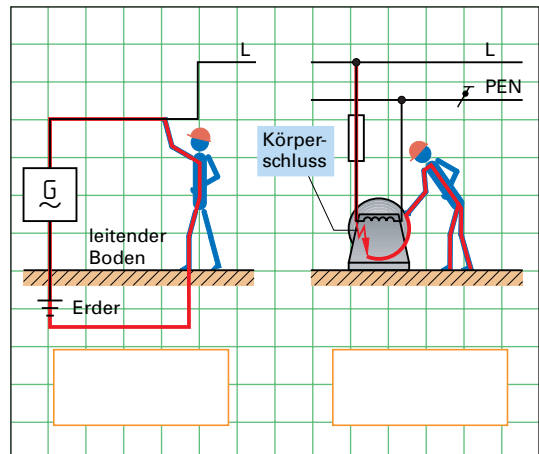

Bild 2: Berührungsarten
8. Man unterscheidet in der Elektrotechnik zwischen direktem und indirektem Berühren. Tragen Sie beide Berührungsarten in **Bild 2** ein.